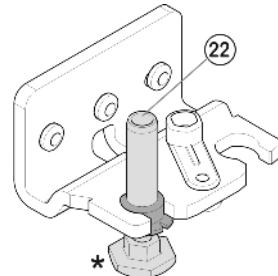

Fig. 7
- ▶ Снова слегка наклоните устройство назад и снова установите опорный палец Fig. 7 (22). Зазубрина должна быть расположена спереди.